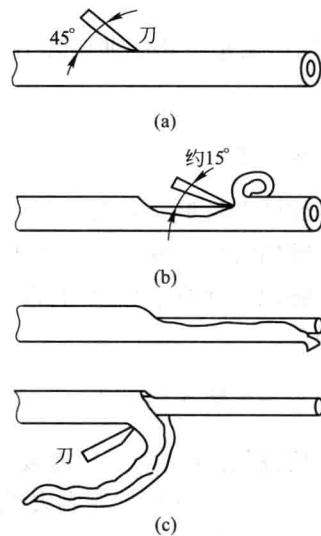

图 1-9 用电工刀剖削塑料硬线绝缘层
好削透绝缘层而不伤及线芯，如图 1-9（a）所示。
② 压下刀口，夹角改为约 15° 后，把刀身向线端推削，把余下的绝缘层从端头处与芯线剥开如图 1-9（b）所示。
③ 将余下的绝缘层扳翻至刀口根部后，再用电工刀切齐，如图 1-9（c）所示。